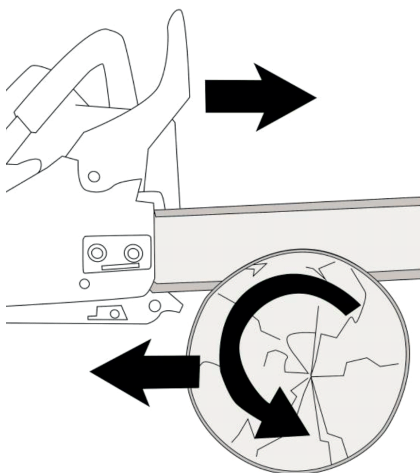

Рис. 23. Распиловка древесины сверху
2. При неправильной распиловке древесины цепь может быть зажата бревном. Чтобы этого не произошло, определитесь, каким образом вы будете проводить распиловку древесины. Вы можете начать процесс распиловки бревна сверху, для этого сделайте распил примерно на четверть диаметра бревна, а затем закончите распил снизу. В этом случае цепь не окажется зажатой в бревне. Рис. 23